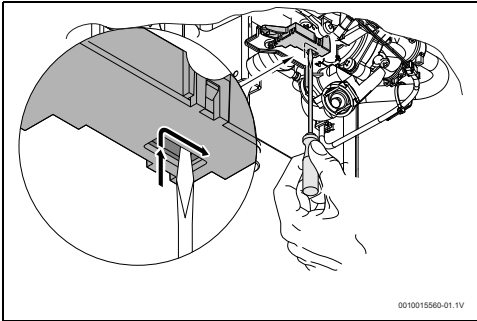

Fig. 27 Rearme do micro-interruptor
- ▶ Posicionar o micro-interruptor conforme Fig 27.